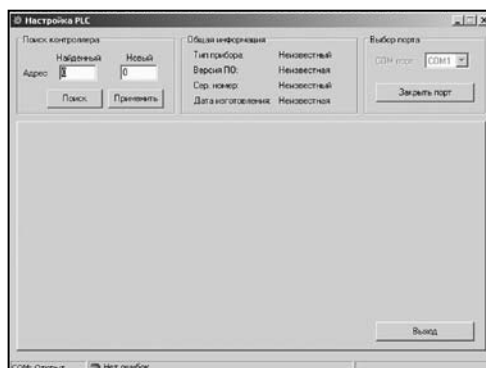

Рисунок 3. Первоначальный экран программы `plc_cfg`
7.2 После запуска этой программы появляется первоначальный экран рисунок 3.